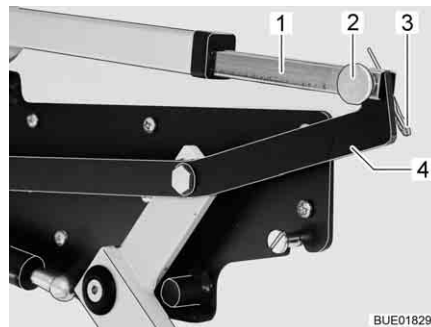

Bild 145 Drivenhet för höjbar säng
- Lossa förbindelsen mellan skjutstången (Bild 145,1) och spaken (Bild 145,4). Dra ut splint (Bild 145,3) och stift (Bild 145,2).